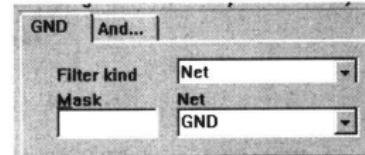

图 10-71 规则范围设置为指定的网络
- Net: 指定网络。选择此项后，规则适用范围为指定的网络，可在 Net 下拉列表中选择网络名称，如图 10-71 所示。